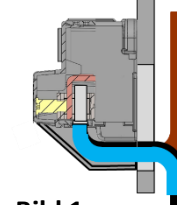

Bild 1
- 50A gG, DUO-Anschluss (Bild 1 u. 2)
- 50A gG, Anschluss unten (Bild 1, 3)